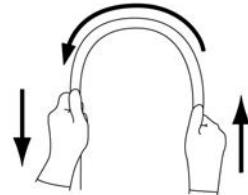

図1
4.挿入部を両手で持ち、全長にわたって図1に示すように順次半円の頂点をすらすらように曲げたときに、適切な軟らかさを有しておらず、軟らかさが不連続になっているなどの異常がないこと。